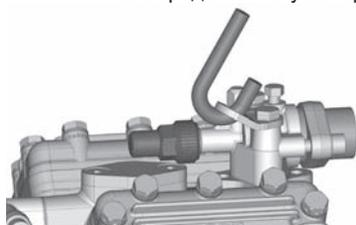

Рис. 8
- Возможность транспортировки и подвешивания на транспортной петле (рис. 8) или непосредственно у запорного вентиля на линии нагнетания (рис. 9).